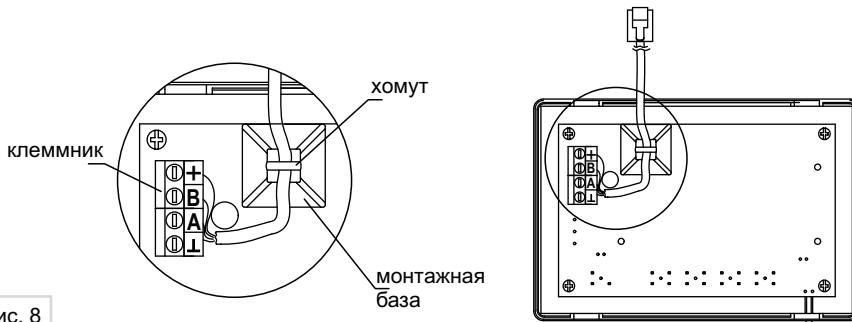

Рис. 8
- при помощи отвертки отсоедините кабель от клеммника (см. рис.8);
Произведите монтаж панели управления (см. рис.8):